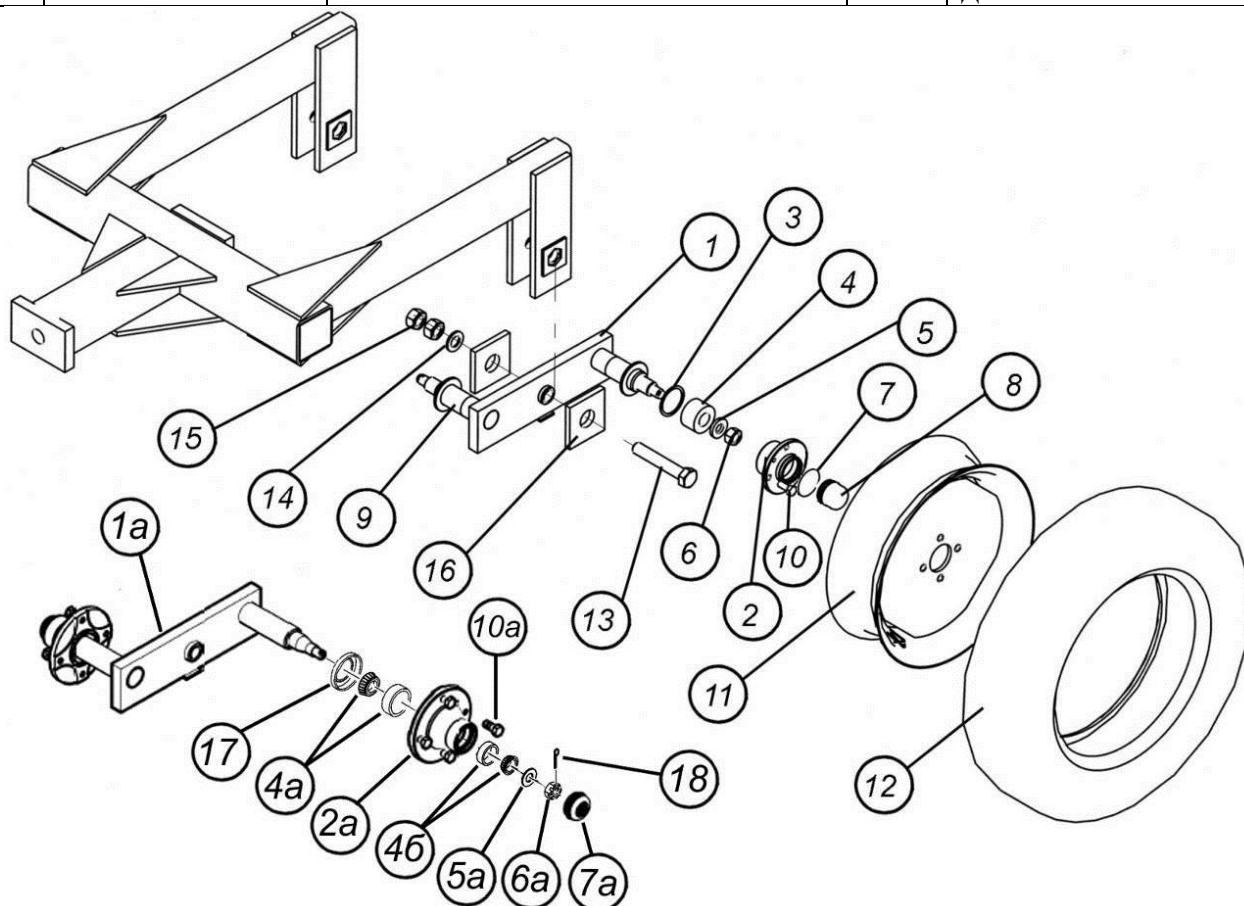

Рис. 7.1.6. Балансир и прикатывающие колеса
7.1.6.1. Металлический прикатывающий спиральный шлейф-каток (рис. 7.1.6.1)